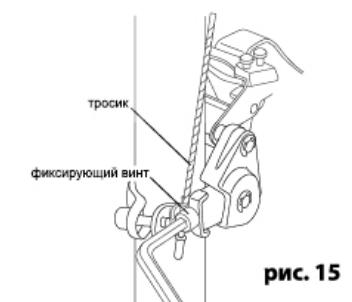

рис. 15
4. установив левый шифтер в положение "малая звезда", зафиксируйте трос переднего переключателя таким образом, чтобы не было свободного провиса троса (5 н/м)(рис. 15). Обратите внимание, чтобы трос переключателя был зафиксирован в специальной проточке в месте крепления троса;